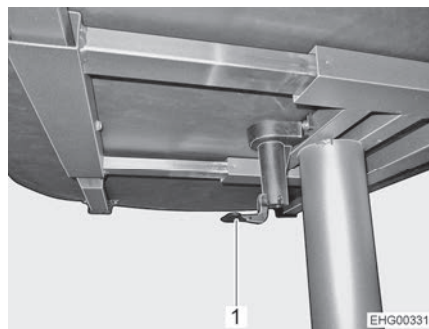

Bild 85 Hubtisch
- Den Hebel der zentralen Tischverriegelung (Bild 85,1) nach unten klappen.